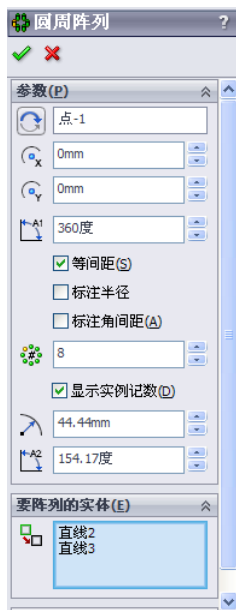
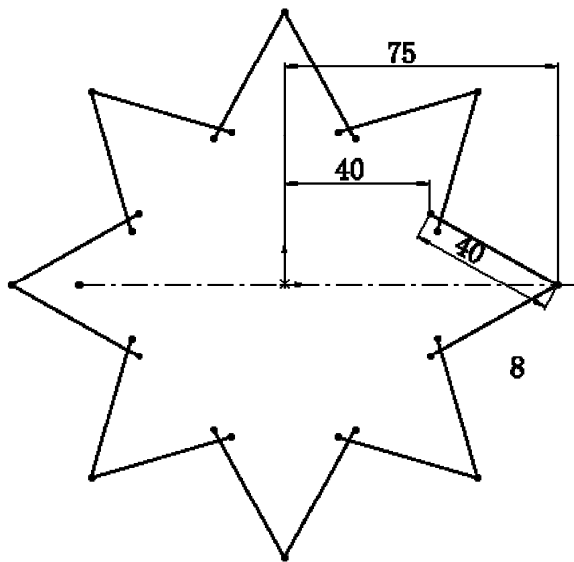

图 9-28 “圆周阵列”属性管理器
图 9-29 圆周阵列直线
(3) 选择“工具”→“草图工具”→“圆周阵列”菜单命令，或者单击“草图”工具栏中的（圆周阵列）按钮，弹出“圆周阵列”属性管理器，选择步骤（1）～（2）创建的直线为圆周阵列实体，选择坐标原点为中心点，输入阵列个数为“8”，勾选“等间距”复选框，如图 9-28 所示。单击（确定）按钮，结果如图 9-29 所示。